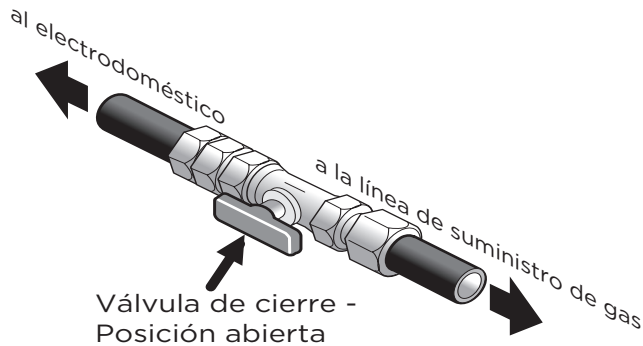

Figura 12: Válvula de cierre
La línea de suministro debe estar equipada con una válvula de cierre aprobada como se muestra en la Figura 12. Esta válvula debe estar ubicada en la misma habitación que el horno y debe estar en un lugar que permita abrirla y cerrarla fácilmente. No bloquee el acceso a la válvula de cierre. La válvula sirve para abrir o cerrar el gas del electrodoméstico.
2. Retire la tapa del quemador, el cabezal del quemador y la copa del quemador (para el quemador doble) de la base del quemador. Consulte la Figura 12.